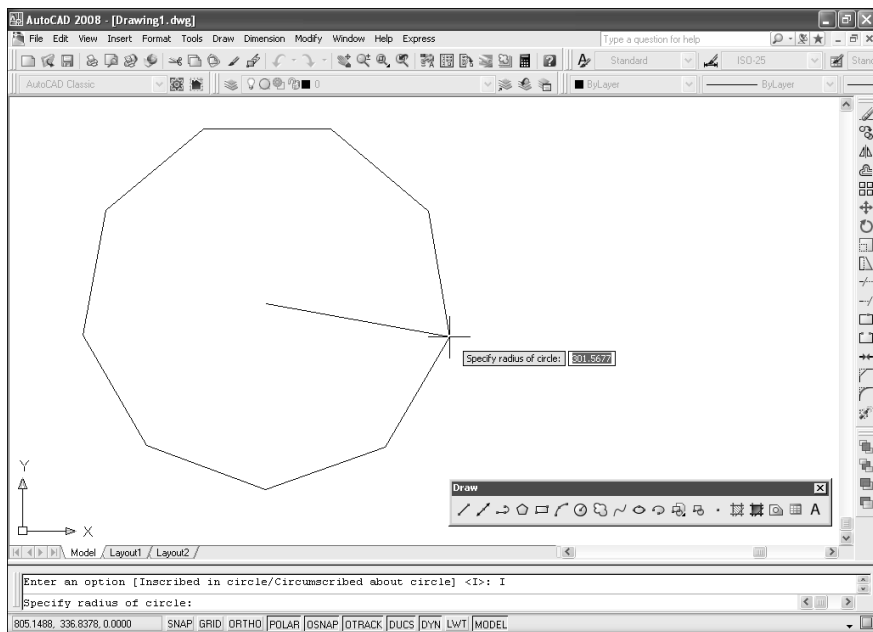

Рис. 2.26. Создание многоугольника
5. Введите название режима **INSCRIBED** (ВПИСАННЫЙ) или просто **I** (В) либо щелкните *правой* кнопкой мыши, а затем выберите команду контекстного меню **Inscribed in circle** (Вписанный в окружность). AutoCAD отобразит многоугольник из резиновых линий, прикрепленный к линии, проходящей от заданного вами центра до текущего положения указателя-перекрестия, соответствующего предполагаемой вершине (рис. 2.26). Размер многоугольника изменяется вместе с изменением положения указателя-перекрестия. AutoCAD отобразит следующее приглашение: